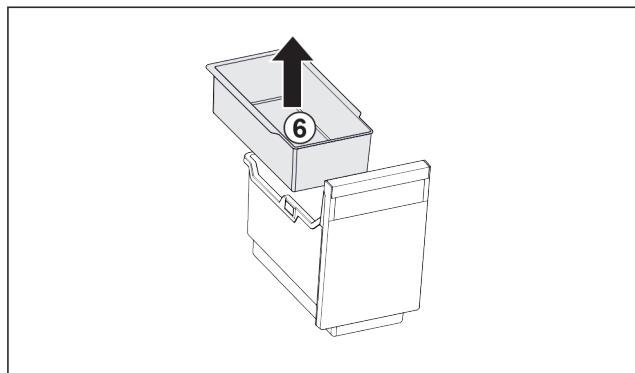

Fig. 124
- Eihängeschale Fig. 124 (6) entnehmen.